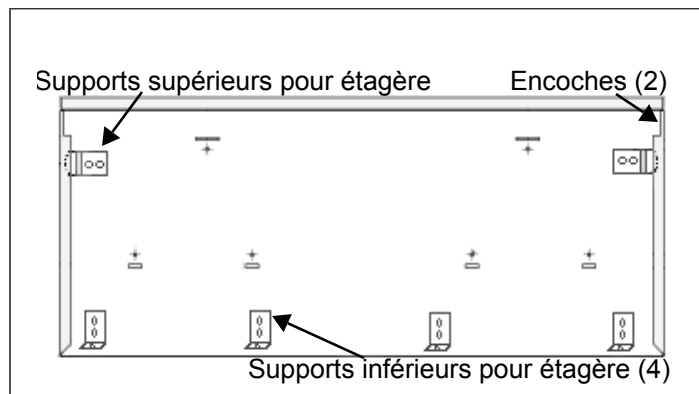

FIGURE 17: DOS DE LA PLAQUE MURALE
2. Installez les deux supports supérieurs pour étagère et les trois supports inférieurs pour étagère aux endroits indiqués sur les gabarits. Fixez-les en place à l'aide des (10) vis de 1 po (25,4 mm) fournies.
5. Installez la plaque murale en plaçant les encoches des coins (dos de la plaque murale) au sommet des deux supports supérieurs pour étagère. Faites glisser l'ensemble de l'étagère vers le haut jusqu'à ce que la partie inférieure s'enclenche dans les quatre supports inférieurs (Figure 17).